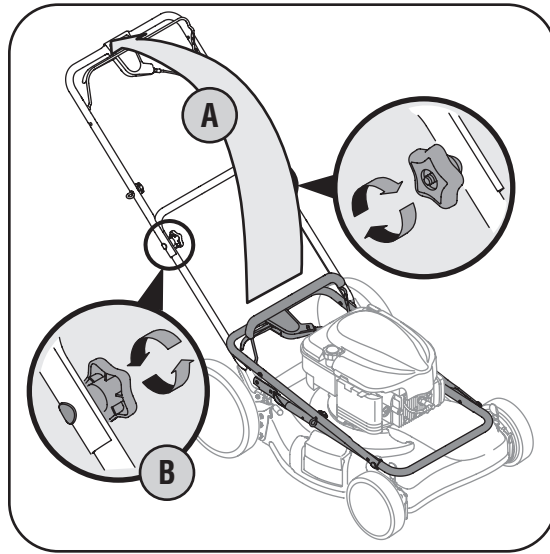

Figura 3-1
- a. Tire y retroceda la manija superior como se muestra en la Figura 3-1. Asegúrese que la manija inferior esté asentada firmemente en los soportes de montaje de la manija.